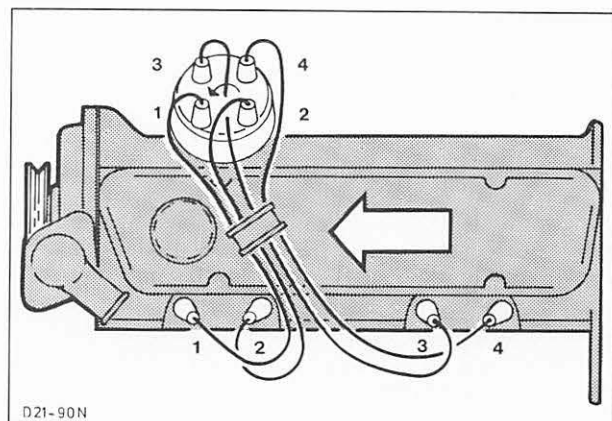

Abb. 75 Zündkabelanordnung (Zündfolge)
71. Zündkerzen mit vorgeschriebenem Drehmoment festziehen. Verteilerkappe aufsetzen und Zündkabel in gezeigter Anordnung, Abb. 75, auf die Zündkerzen stecken. Unterdruckleitung am Vergaser anschließen.